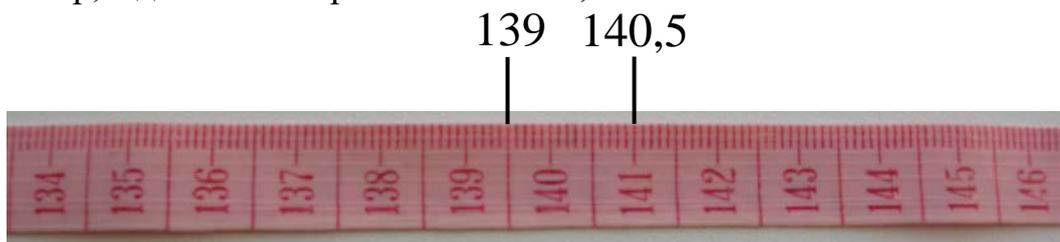

Рис. 9. Измерительная лента
**Измерительная лента.** Измерение длины физических тел производят масштабными линейками, измерительными лентами. Величина наименьшего деления такой линейки (рис. 9) называется ценой одного деления. Обычно цена одного деления линейки, ленты равна 1 мм. На измерительной ленте – сплошная линия – целый миллиметр, а деление напротив числа – 0,5 см.